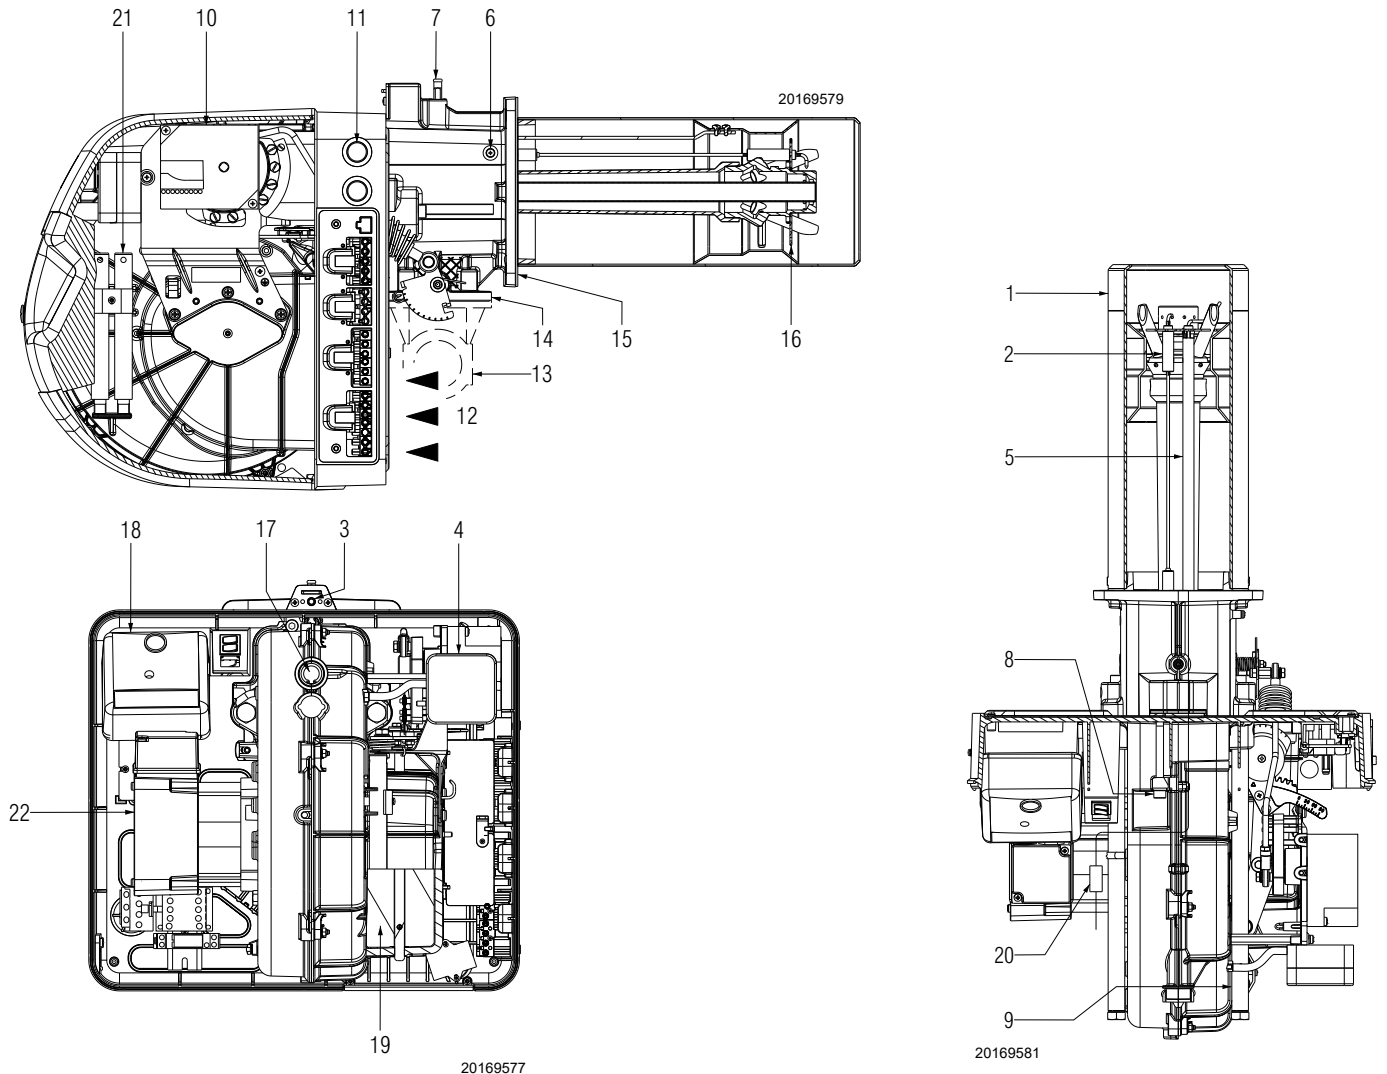

Рис. 4
- (1) Исходные условия: Температура окружающей среды 20 °C - Температура газа 15 °C - Барометрическое давление 1013 мбар - Высота 0 м н. у. м.
- (2) Давление на штуцере 7) (Рис. 4) при нулевом сопротивлении в камере сгорания и при максимальной мощности горелки.
- (3) Звуковое давление было измерено в лаборатории на заводе-изготовителе с горелкой, работающей на испытательном котле при максимальной мощности. Звуковая мощность была измерена по методу свободного поля, предусмотренному стандартом EN 15036, и согласно классу точности измерения 3, как описано в нормативе EN ISO 3746.
- (4) Жаровая труба: короткая - длинная
- (5) Для топлива G31 необходимо установить комплект для перехода на сжиженный газ. См. ПРИЛОЖЕНИЕ А «Комплект для работы на сжиженном газе».
загорание кнопки (красный светодиод) на автомате горения (Рис. 4) сигнализирует, что горелка заблокирована. Для разблокирования нажимайте на кнопку в течение 1-3 секунд.